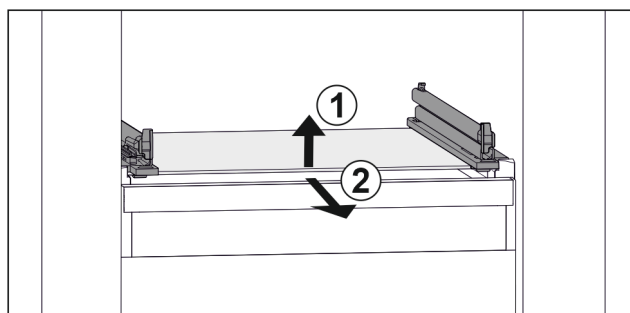

Fig. 36 Przykładowa prezentacja płyty szklanej
- ▶ Unieść płytę szklaną z przodu. Fig. 36 (1)
- ▶ Wyjąć płytę szklaną do przodu. Fig. 36 (2)